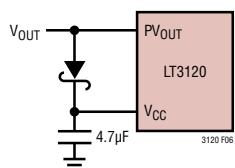

図6. V_{OUT}からのV_{CC}のブートストラップ
4.5V～6Vの出力電圧では、V_{CC}レギュレータは、図6に示すようにV_{OUT}とV_{CC}の間にダイオードを使用して電源供給されます。出力電圧が、ダイオードの順方向電圧より小さく、使用可能な外部駆動電圧の4.2V～5.5V以内になるよう、適切なダイオードを選定する必要があります。これは、ショットキー・ダイオードまたはシリコン・ダイオードを使用することで実現できます。どちらの場合も、V_{CC}ピンを駆動するために十分な電流に対応できる能力が必要です。